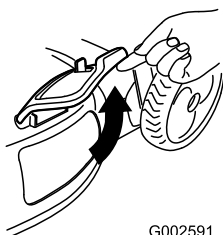

Figure 30
2. Levante la puerta de descarga lateral (Figure 30).